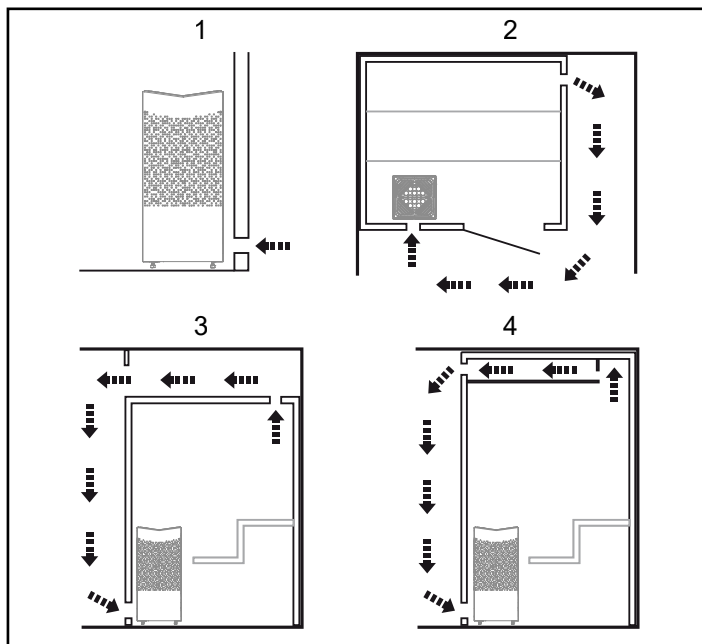

Fig 6: In- och utluftsventilens placering
- Ventilation av bastu ska utföras enligt instruktioner i denna manual (se Avsnittet Inluftsventilens placering, fig 6, Avsnittet Utlufsventilens placering, fig 6).
- Placera inluftsventilen (se Avsnittet Inluftsventilens placering, fig 6).
- Placera utluftsventilen (se Avsnittet Utlufsventilens placering, fig 6).
Manöverpanelen Tylo Elite är tillåten att placeras inne i ett Tylo basturum alternativt egenbyggt basturum vars ventilation är utförd och fungerar enligt Tylo förespråkad ventilation (självdagsprincip). Läs avsnitten *Inluftventilens* och *Utluftventilens placering* i denna anvisning, fig 6. Manöverpanelen skall alltid placeras utanför basturummet om inte dessa krav är uppfyllda.
- med maximalt avstånd till inluftsventilen, t.ex. i diagonal (se Fig 6).
- högt på väggen eller i taket (se Fig 6).